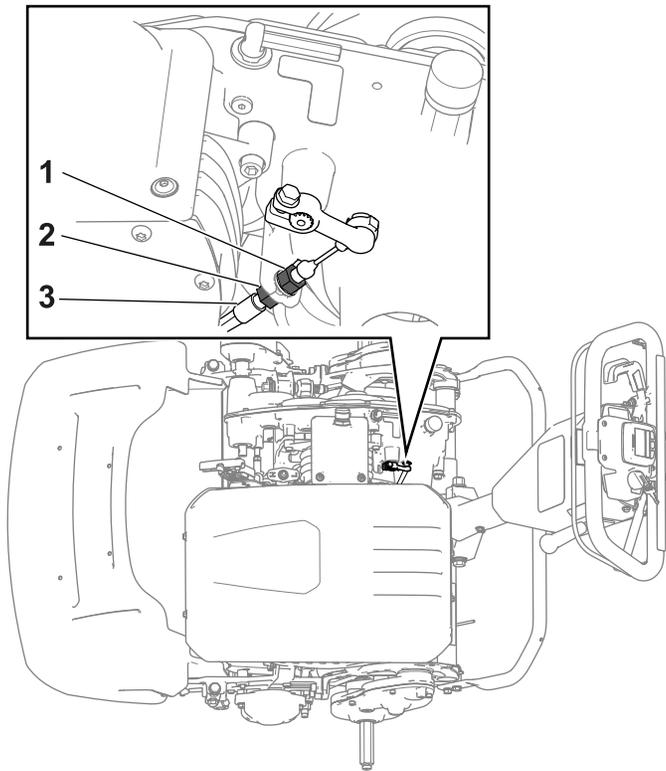

Figure 32
- Pour diminuer la tension du câble, desserrez l'écrou de blocage arrière et serrez l'écrou de blocage avant du câble (Figure 32). Répétez l'étape 2 et réglez à nouveau la tension si nécessaire.